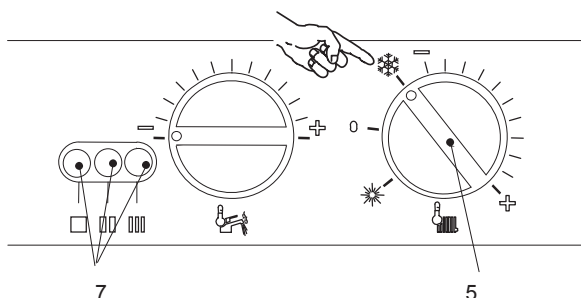

Fig. 2.4
- 3 If the boiler is to be used for c.h. and d.h.w position the function selector 5 as in Fig. 2.4. The appliance operation light 7 will flash every 2 seconds (operating boiler).
- 3 Если котел должен работать в режиме отопления и приготовления горячей воды, переключатель 5 должен находиться в положении как указано на рис. 2.4. Индикатор котла 7 будет мигать каждые 2 секунды (котел работает).